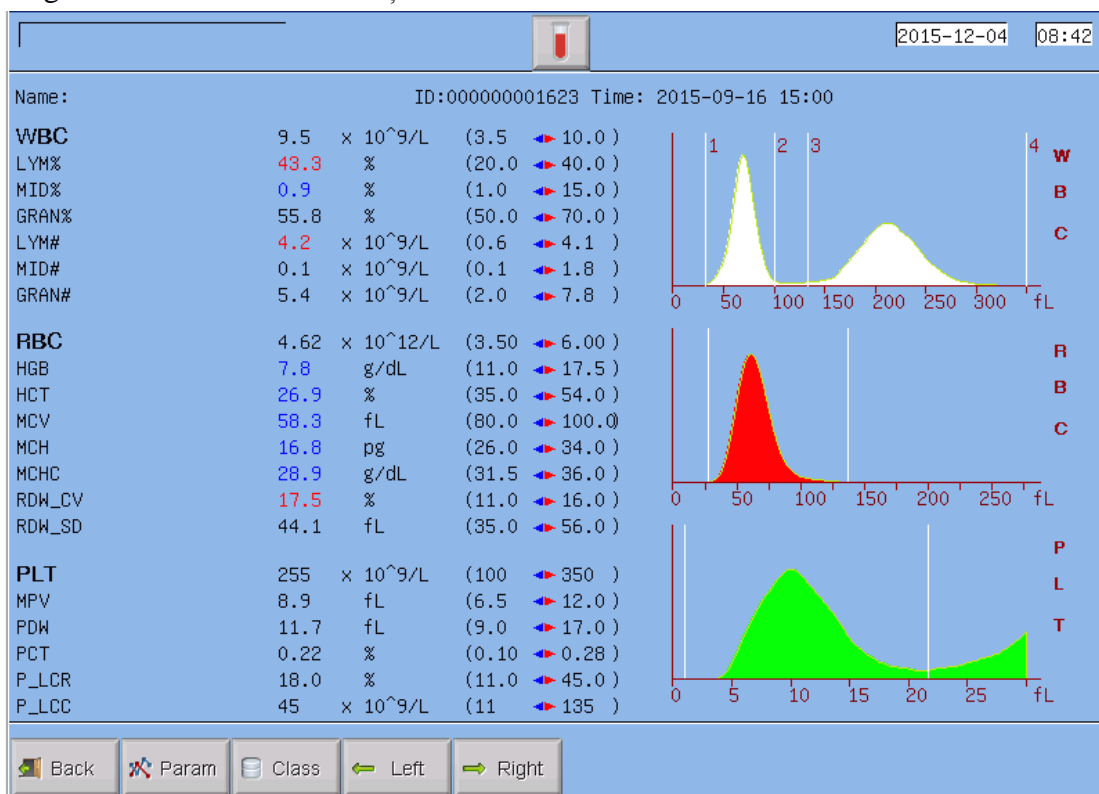

Figura 3-3 Clasificare
1) În ecranul meniul principal faceți clic pe „Histo“, apoi se va afișa interfața așa cum este prezentat în figura 3-3, apoi faceți clic pe „Param“ pentru a selecta WBC, RBC, PLT parametrii diagramei ce trebuie modificați.